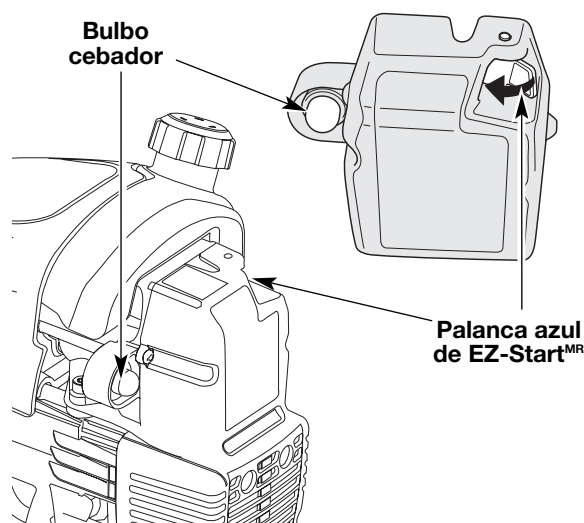

Fig. 7
3. Oprima completamente el cebador y suéltelo 10 veces. Hágalo lentamente. Se deberá ver un poco de **combustible en el cebador** y en las tuberías de alimentación de combustible (Fig. 7). Si no puede ver el combustible en el cebador, oprímalo y suéltelo tantas veces como sea necesario hasta que vea combustible en el mismo.
4. **Empuje la palanca azul de EZ-Start™ hacia la primera bombilla** hasta que haga un clic y quede trabada en su lugar (Fig. 7).